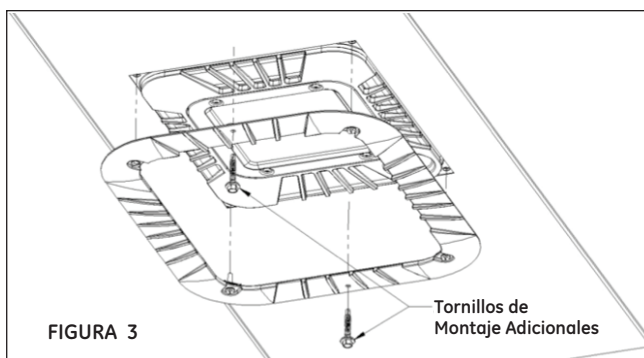

FIGURA 3
- C. Levante la luminaria hacia el corte rectangular. Meta los cables dentro del corte en el techo. No atrape o pellizque los cables entre la luminaria y el techo. Sostenga la luminaria de lado para que pase por el corte rectangular, gírela para que apunte hacia abajo, y baje la luminaria para que descance en la parte superior de la superficie del techo. Coloque la luminaria de manera que el empaque de perímetro descance en la parte superior de la superficie del techo totalmente alrededor de la luminaria como se muestra en la figura 3.
- D. Tome la placa decorativa y los tornillos que se hicieron a un lado en el paso B y monte la placa decorativa a la luminaria. (Vea la figura 3).
- E. Instale los tornillos adicionales proporcionados. Use un torque de 30 libras pie para los tornillos de montaje (no apriete en exceso o desgaste el tornillo). Si el material del techo tiene un espesor de 22ga o menos, se recomienda el uso de una placa de apoyo de accesorio. (Vea la figura 3).